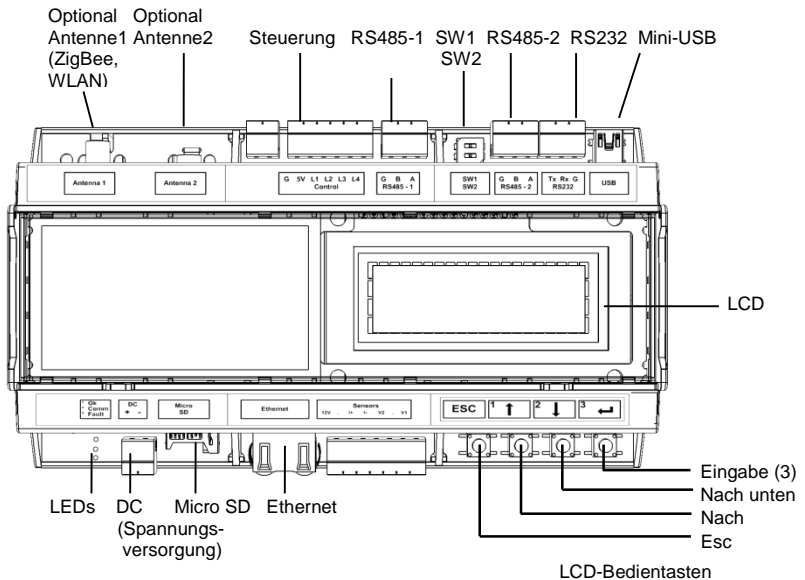

Abbildung 3: Gateway-Schnittstellen
Für die Steuerung der LCD-Menüs werden vier Tasten verwendet (siehe Abbildung 3).
- 1 Stecken Sie den DC-Stecker des Netzteils in das SolarEdge Gateway (siehe Abbildung 3).
- 2 Verbinden Sie das Netzteil mit dem Netz. Die LEDs leuchten kurzfristig auf, um eine Stromverbindung anzuzeigen (siehe Abbildung 3)